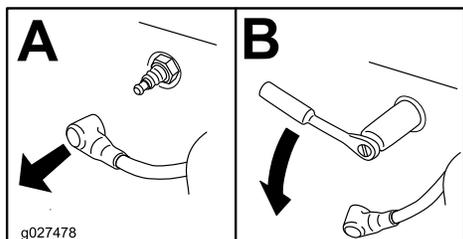

Рисунок 55
3. Выверните свечу, как показано на Рисунок 55.